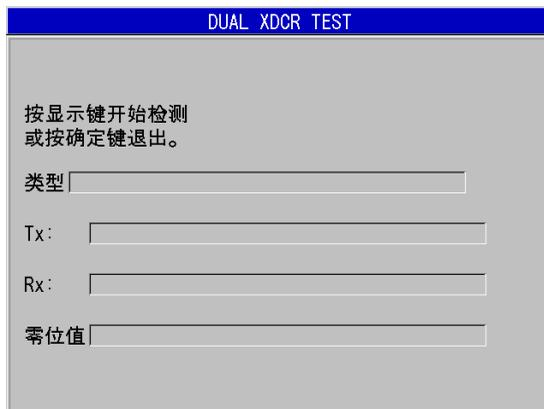

图 15-3 双晶探头测试屏幕
7. 选择 **DUAL XDCR TEST**（双晶探头测试）后，在**双晶探头测试**屏幕中（参见第 261 页的图 15-3）：